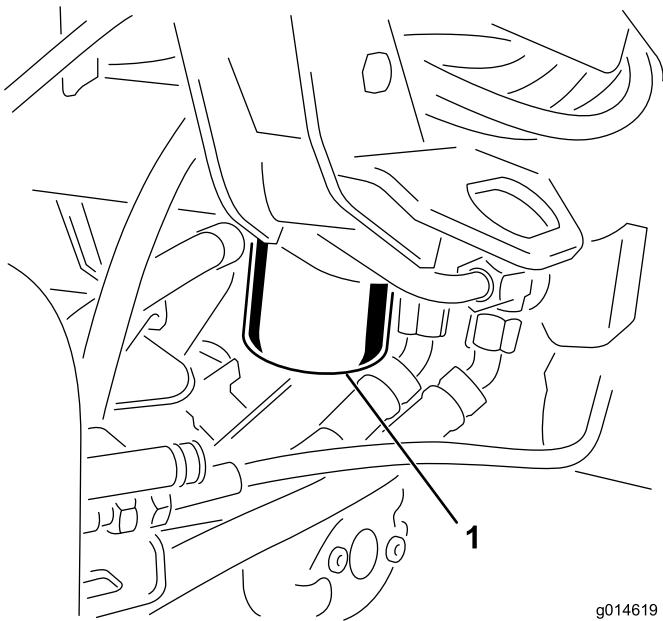

Figura 43
1. Pulite la superficie circostante il filtro (Figura 43). Collocate una bacinella di spurgo sotto il filtro e togliete il filtro.